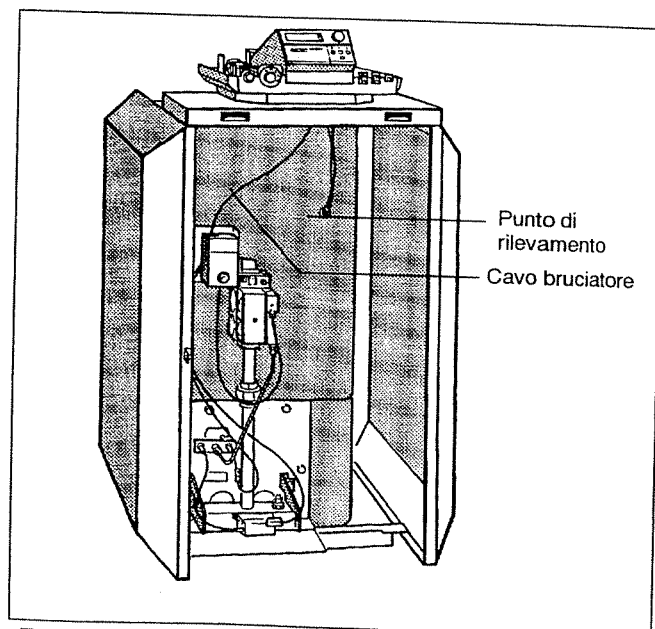

Fig. 16: Lato anteriore caldaia
- Condurre in avanti i tubi capillari delle sonde di temperatura e, in caso di regolazione "Ecomatic", il cavo della sonda della temperatura dell'acqua di caldaia sotto il coperchio caldaia anteriore fino al punto di rilevamento. In questa occasione srotolare unicamente la lunghezza necessaria (Fig. 16).
- Condurre verso il retro cavo del bruciatore, per la caldaia G124 XV anche il cavo di collegamento pompa, sotto il coperchio caldaia anteriore fino al lato di attacco dell'apparecchio di regolazione (Fig. 16).